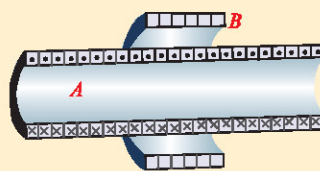

图 1-4-13 一对同轴螺线管
5. 图1-4-13表示一对同轴螺线管,图中线圈A中的电流方向用“·”和“×”表示,请画出线圈A的磁感线,再分析如果线圈A中的电流增大或减小,则线圈B中的感应电流分别为为什么方向.